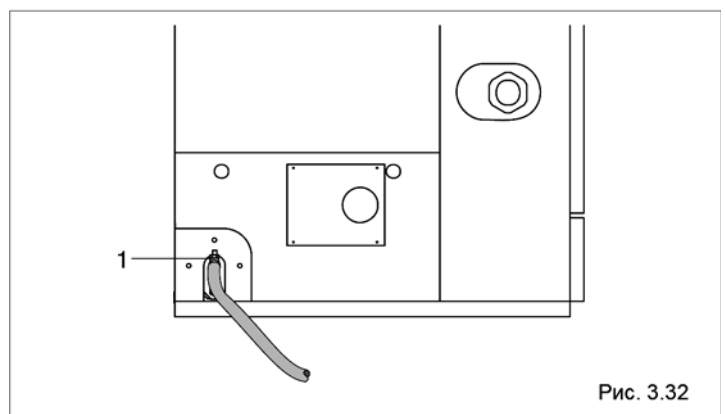

Рис. 3.32
- Переведите общий выключатель системы и выключатель на панели управления котла в положение «выключено» (0).
- Присоедините резиновый шланг к штуцеру сливного крана (1) и откройте кран (рис. 3.32).